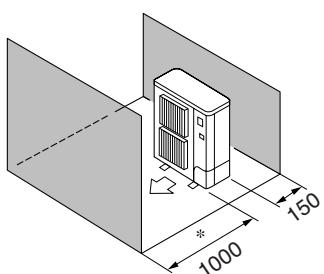

Fig. 3-9
- ⑤ Yalnızca önündeki ve arkadaki engeller (Fig. 3-9)